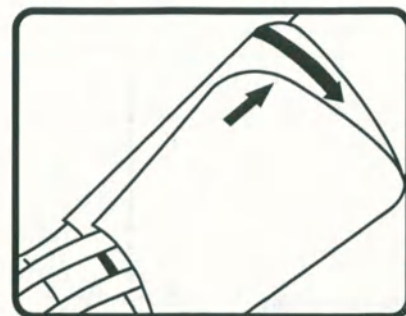

Рисунок 2
6. На застегнутой манжете символ стрелки **↑** должен указывать на диапазон, обозначенный символом **↔** (см. рисунок 2). Это значит, что манжета подобрана правильно и соответствует длине окружности плеча.